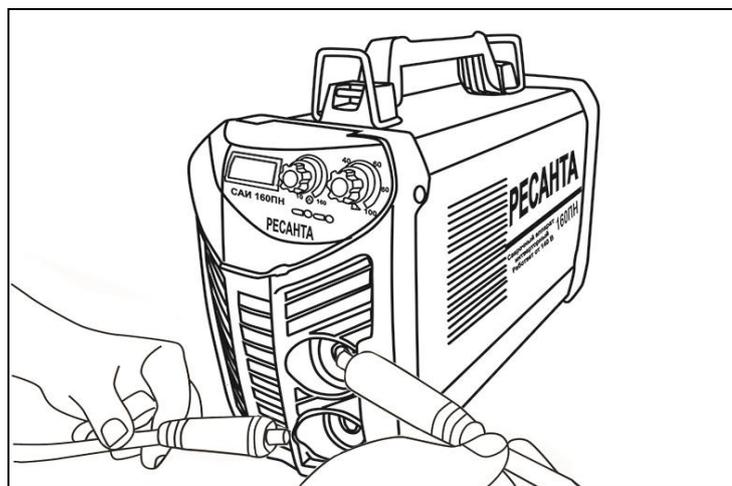

Рис. 3. Подключение кабелей
- При завершении шва отведите электрод немного назад, чтобы заполнилась сварочная ванна, а затем переместите электрод на верхний край сварочной ванны (Рис 6 (1-2 рис.3)) и быстро отведите от кратера (Рис 6 (3 рис.3)).